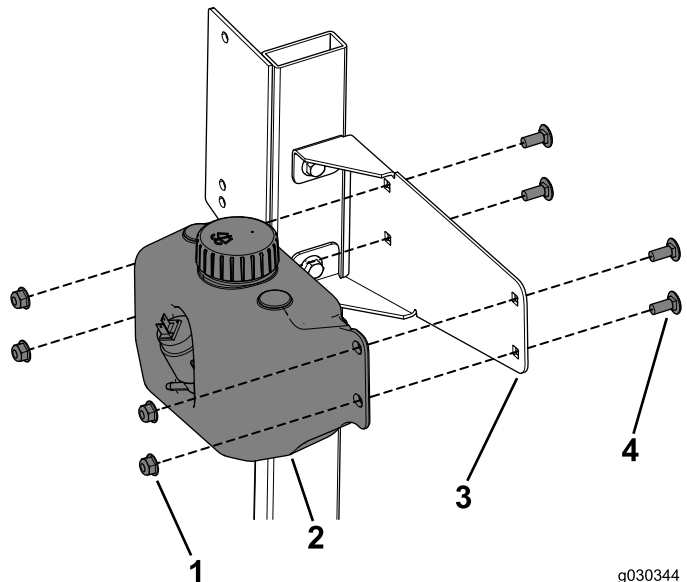

Figura 26
3. Fixe o depósito de lavagem à montagem do depósito utilizando os 4 parafusos de carroçaria (5/16 pol. x 3/4 pol.) e as 4 porcas flangeadas (Figura 26).